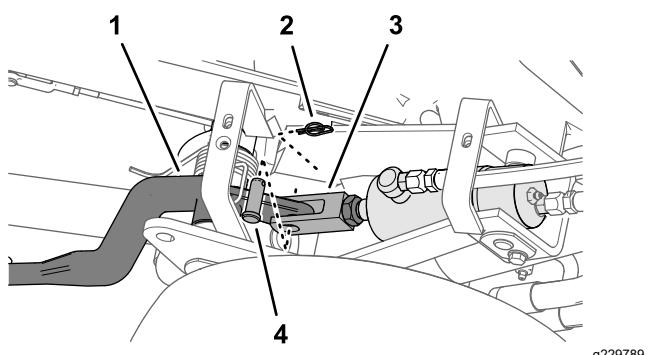
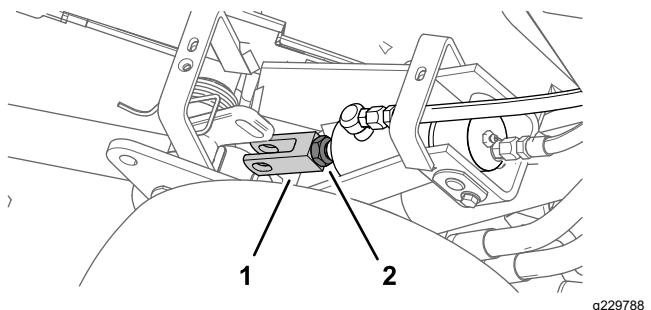

图 53
图 54
3. 松开将叉型接头固定至待调节滚刀组提升油缸的锁紧螺母图 53。
4. 取下固定销和 U 形销图 53
5. 旋转 U 形销直至达到所需的高度图 54。
6. 使用 U 形销和固定销将叉型接头固定到提升臂上然后拧紧锁紧螺母图 53 和图 54。